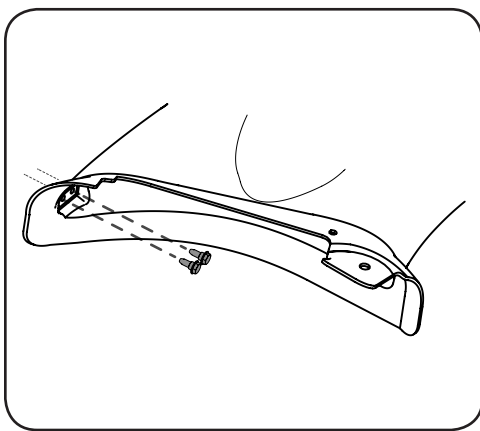

Figure 1-1
1. From the inside, put the two shoulder screws through the holes at the bottom front of the boot. See Figure 1-1.
1. Insérez les deux vis à épaulement à partir de l'intérieur de la goulotte dans les trous qui se trouvent sur la partie avant inférieure du support de la goulotte. Voir Figure 1-1.